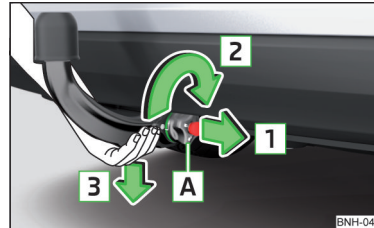

Abb. 146
- Die Kugelstange **von unten** fassen » Abb. 146.